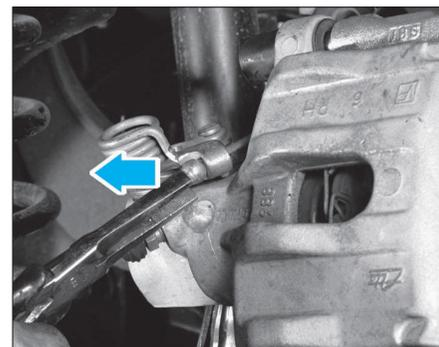

FIG. 14
- Dégrafer le câble de frein de stationnement (Fig.14).